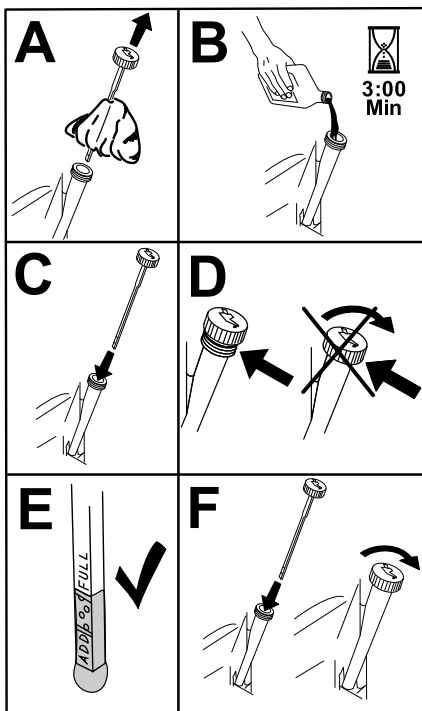

Figure 18
5. Versez lentement environ 80 % de l'huile spécifiée dans le tube de remplissage, puis faites l'appoint lentement jusqu'à ce que le niveau atteigne le repère **maximum** (Figure 18).
3. Remplissez le carter moteur d'huile neuve du type correct (Figure 18).